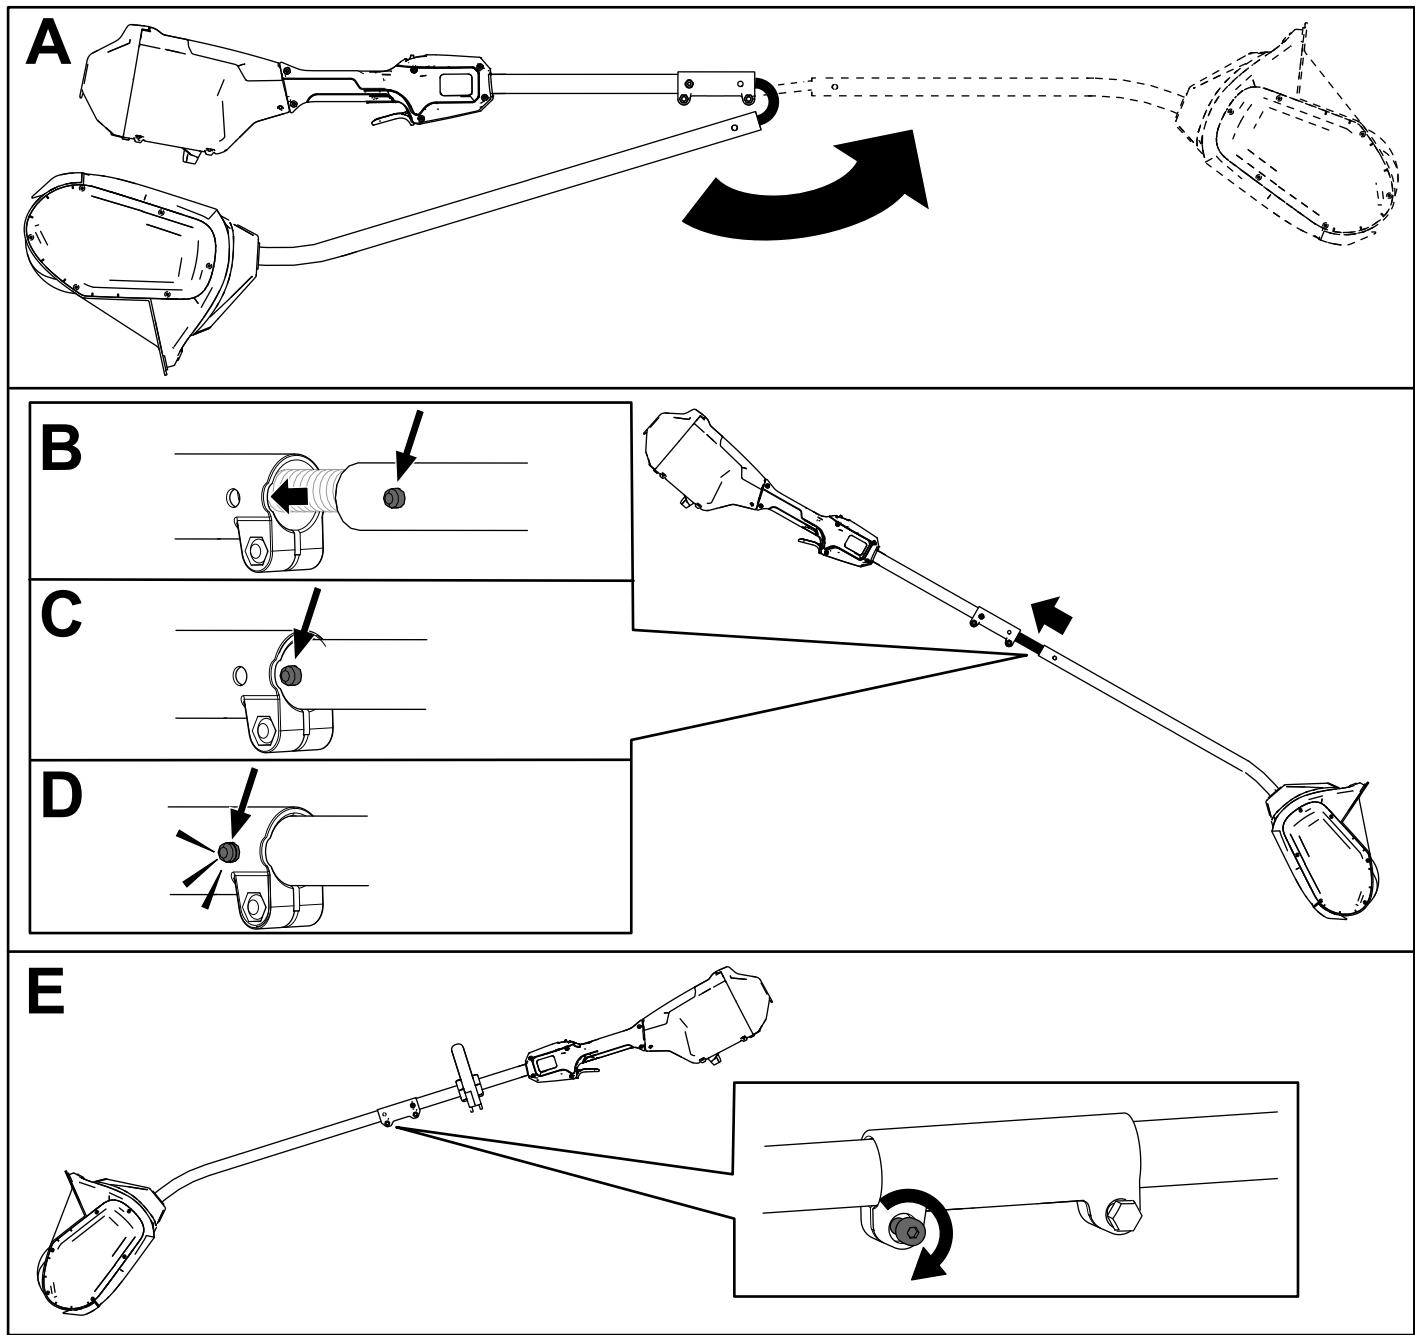

Figura 3
1. Desdobre a pega (A da Figura 3).
2. Alinhe o botão de bloqueio no eixo inferior com o orifício ranhurado no eixo superior e deslize os 2 eixos em conjunto (B e C da Figura 3).
Nota: O botão de bloqueio faz um estalido no orifício ranhurado quando os eixos são fixados (D da Figura 3).
3. Utilizando a chave Allen fornecida, aperte o parafuso do conector do eixo até ficar bem fixado (E da Figura 3).